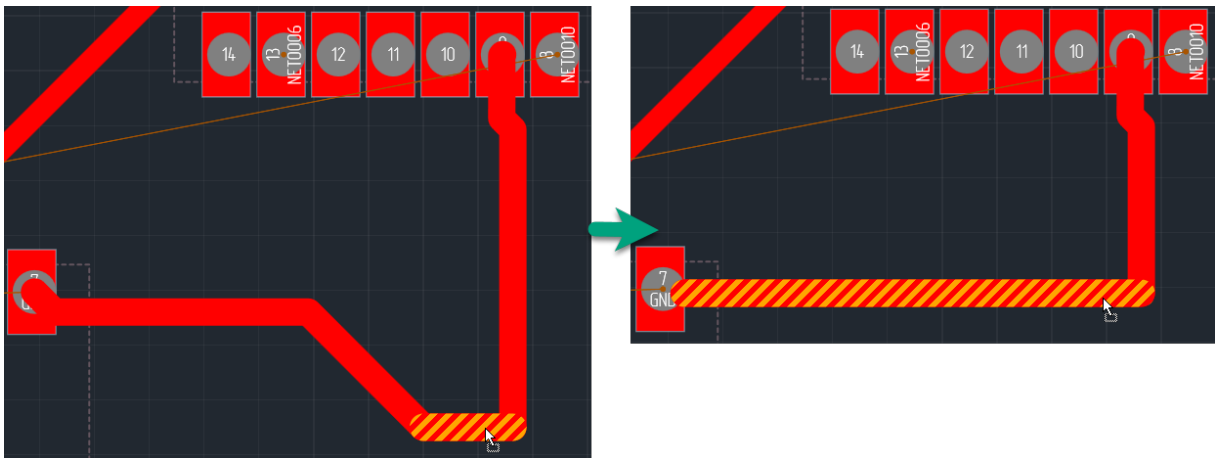

Рис. 226 Объединение сегментов трека
**Примечание!** Если при перемещении сегмент будет совмещен с другим, то сегменты будут объединены, см. Рис. 226. Таким образом, количество сегментов трека уменьшится.